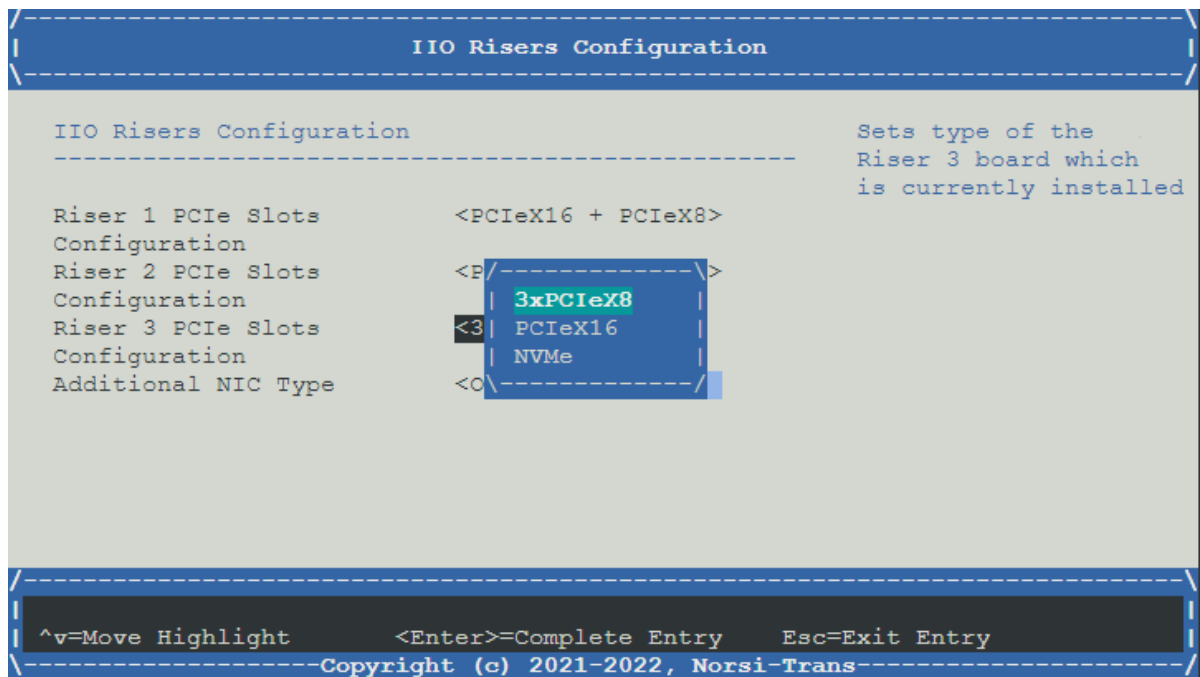

Рис. 73. Выбор типа PCIe-райзеров
3) Установите тип PCIe-райзеров согласно физическим. Окно показаны на рис. 73 Выбор типа PCIe-райзеров.